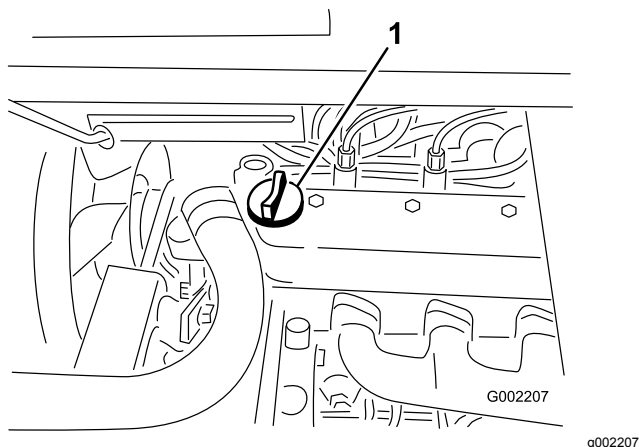

Figure 41
4. Si le niveau d'huile est bas, retirez le bouchon de remplissage du couvre-culasse (Figure 41)